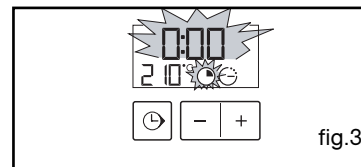

fig.3
- de indicator van de bakduur en 0:00 knipperen (fig.3).